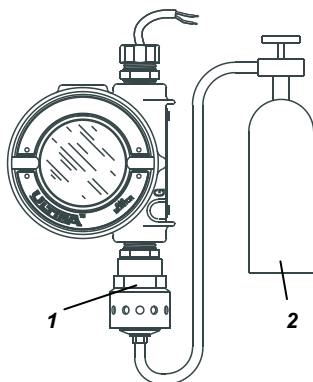

Fig. 9 Spaninstelling (ULTIMA unit getoond)
- (1) Bepaal de positie van de spangascilinder en de debietregelaar van de Kalibratiekit.
- (2) Schroef de debietregelaar aan de spangasfles.
- (3) Bepaal de positie van het leidingsamenstel in de kalibratiekit.
- (4) Druk het kleinere uiteinde van het leidingsamenstel over de gasuitlaat van de debietregelaar en zorg dat de leiding de gasuitlaat in zijn geheel bedekt.
- (5) Bij gebruik van:
- Cal Kit 40 verbindt het andere uiteinde van de leiding met de inlaat van de SensorGard (→ Fig. 9).